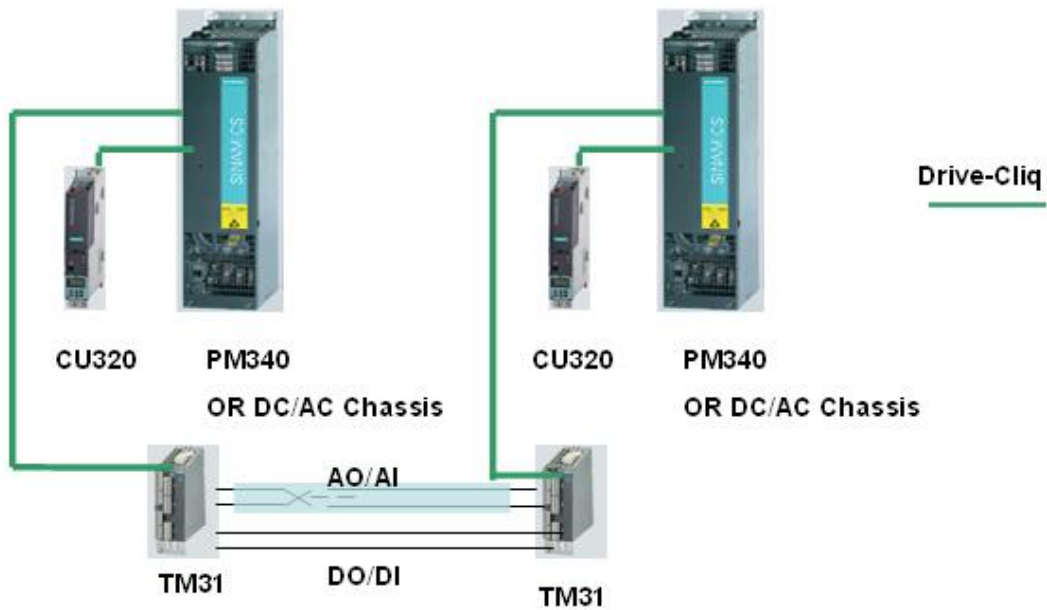

图 6
- b. 通过 TM31 端子模块互相连接（图 6），使用 DI/DO 和 AI/AO 完成数据交换。模拟量信号最好使用电流信号，采用双绞屏蔽电缆，尽量减少被干扰的可能性。